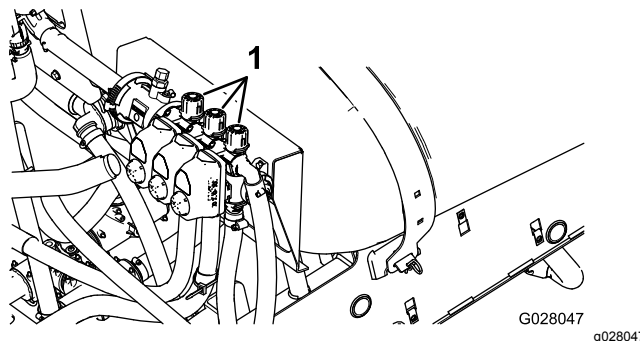

Figura 18
2. Desactive la sección izquierda y ajuste el mando de desvío de la sección (Figura 18) hasta que la presión marcada coincida con el valor previamente ajustado (típicamente 2,75 bar).
4. Ajuste el mando de desvío de la sección derecha (Figura 18) hasta que la presión marcada coincida con el valor previamente ajustado (típicamente 2,75 bar).
6. Ajuste el mando de desvío de la sección central (Figura 18) hasta que la presión marcada coincida con el valor previamente ajustado (típicamente 2,75 bar).